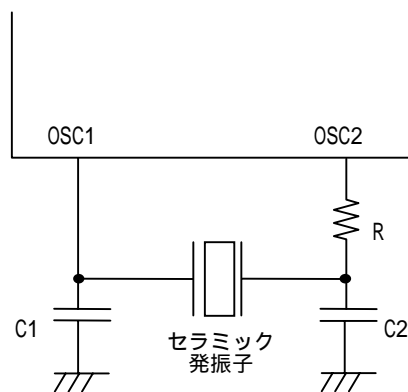

図3 セラミック発振回路
- (注1) 図3の発振回路および推奨定数で内部発振させた場合、発生する発振振幅まで許容するものとする。